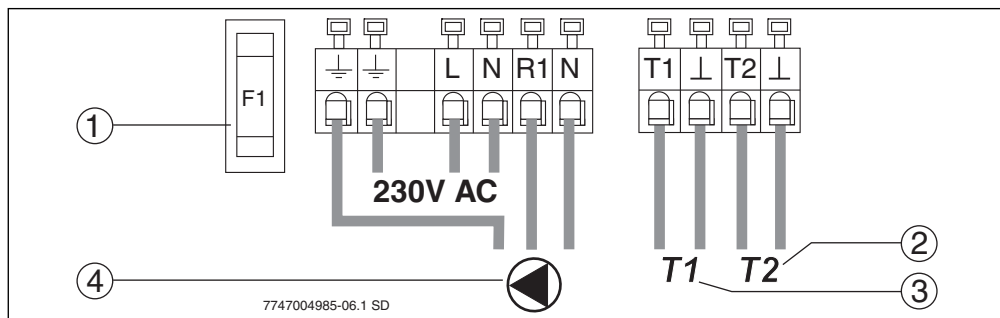

Fig. 12 Esquema de conexión
- Conecte los cables conforme al plan de conexión (→ fig. 12) y la aplicación del regulador (→ tab. 1, página 21).